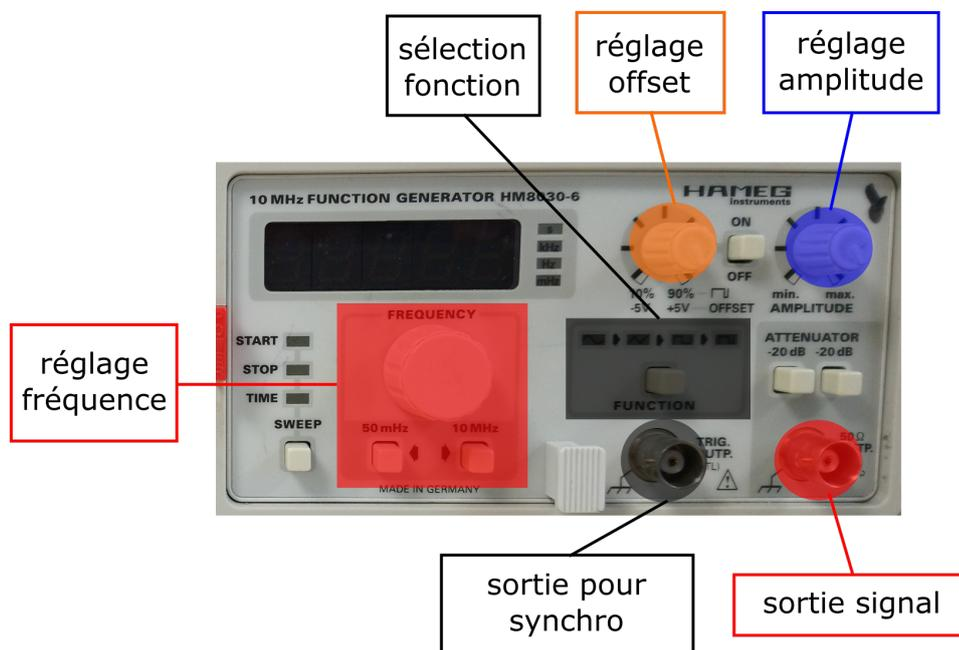

FIGURE E.1 – Image du GBF.
Le générateur basses fréquences à votre disposition (cf. figure E.1) vous permet de générer différents types de signaux.
Ce choix se fait par le biais du bouton de sélection de fonction (rectangle noir sur la figure E.1).
- l'amplitude (bouton bleu de la figure E.1),
- la fréquence (rectangle rouge de la figure E.1),
- l'offset pour les 3 premiers modes et le rapport cyclique pour le 4ème (bouton orange de la figure E.1).
Sur le GBF il existe deux sorties, une sortie pour la synchronisation (signal TTL à la fréquence du signal généré) repérée en noire sur la figure E.1 et une sortie pour le signal généré repérée en rouge sur la figure E.1.